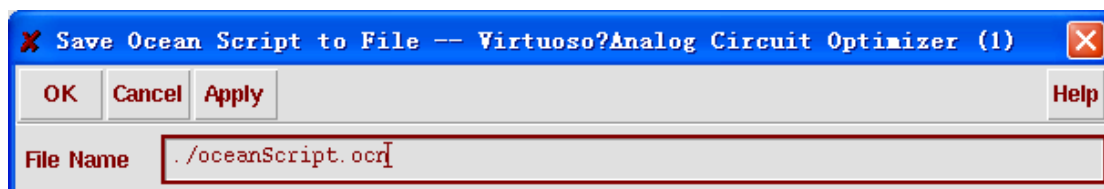

图 11.35 保存脚本窗口
- 1) 选择“Session” → “Save Script”，然后“Save Ocean Script”窗口弹出，如图 11.35 中所示。